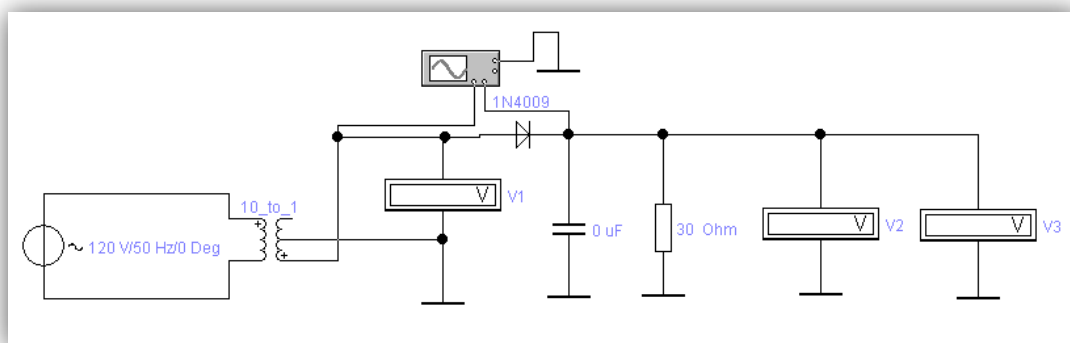

Рисунок 8 – Схема однополупериодного выпрямителя с емкостным фильтром
1. Исследуйте однополупериодный выпрямитель с емкостным фильтром (рисунок 8) и заполните таблицу 9.